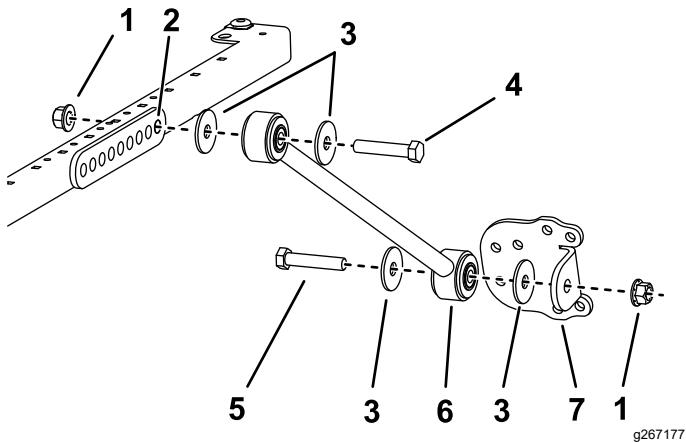

Figura 33
- Para os Modelos 03820, 03821, 30604, 30605, 30608 e 30609 em cada lado da estrutura do toldo, monte sem apertar completamente uma cinta no furo **traseiro** do suporte de cinta com um parafuso ($\frac{1}{2}$ pol. x $2\frac{1}{2}$ pol.), anilha ($\frac{1}{2}$ pol.) e porca flangeada ($\frac{1}{2}$ pol.), como se mostra na Figura 33.
11. Instale sem apertar completamente um suporte de cinta em cada cinta usando um parafuso ($\frac{1}{2}$ pol. x $2\frac{1}{2}$ pol.), anilha ($\frac{1}{2}$ pol.) e uma porca flangeada ($\frac{1}{2}$ pol.), como se mostra na Figura 33.